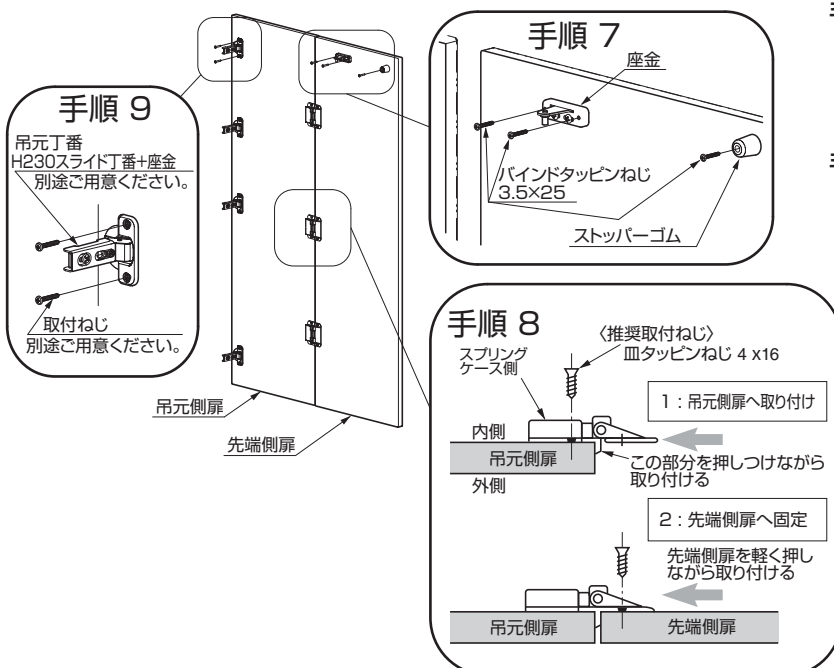

図 7. SFD 座金およびセンター丁番の取り付け
- 手順 7 座金とストッパーゴムを先端側扉裏面の規定位置に、バインドタッピンねじ 3.5 × 25 で確実に固定してください。（図 7.）